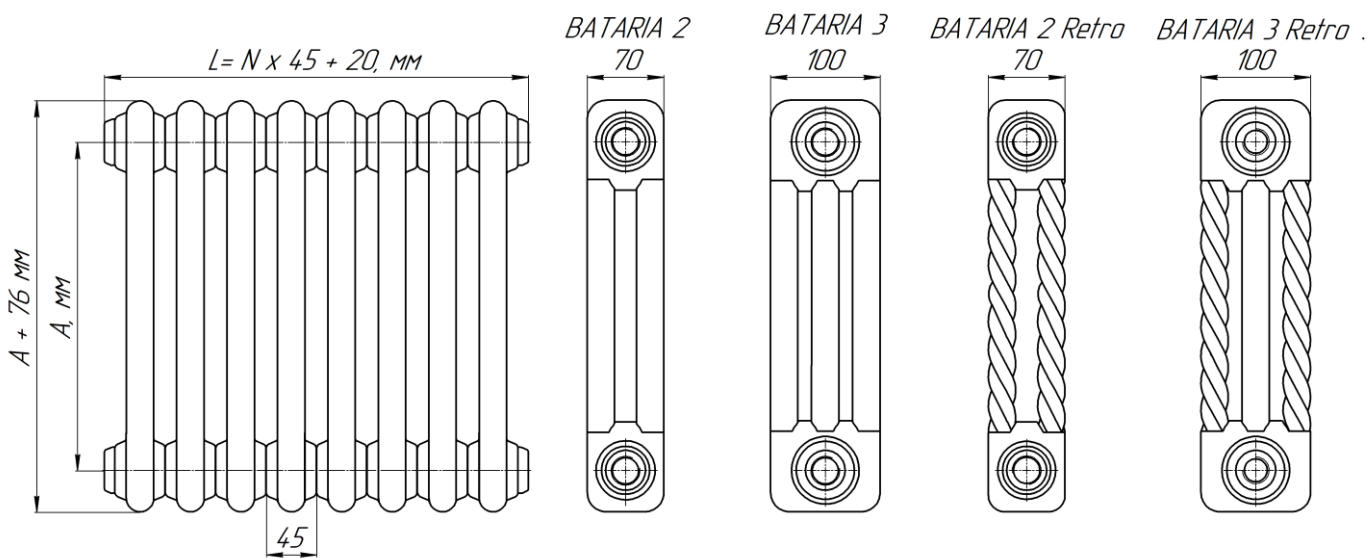

Рис. 1. Радиатор BATARIA. А- межцентровый размер.
3.1. Основные размеры и параметры радиаторов приведены на рис. 1 и в таблице.